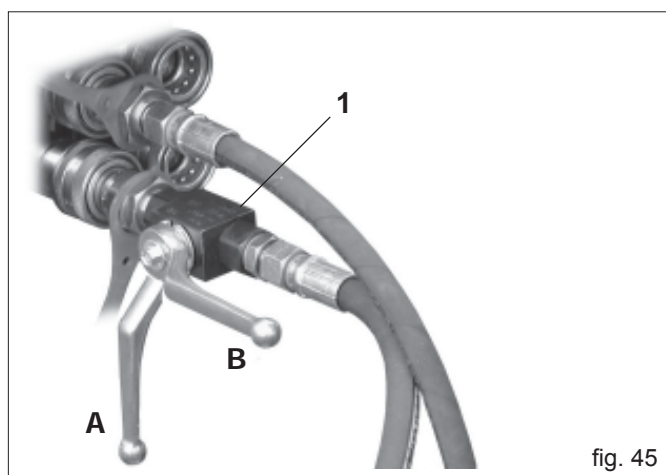

fig. 45
Il tubo oleodinamico di mandata è dotato di un rubinetto (1 Fig. 45) necessario ad escludere il funzionamento del segnafile.
Durante il trasporto stradale della seminatrice, la maniglia del rubinetto deve essere posta nella posizione (A Fig. 45), per evitare l'apertura accidentale del segnafile, viceversa in posizione B durante il lavoro.
- 5) Prima di azionare il dispositivo segnafile, appoggiare la seminatrice a terra e portare la leva del rubinetto in posizione (B) Fig. 45.
- 8) Portare la leva del rubinetto in posizione (A) Fig. 45.